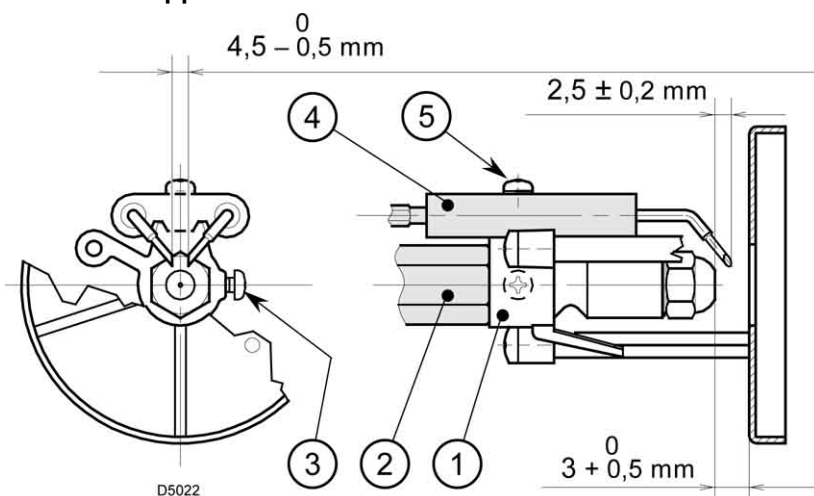

Рис. 12
- В то время как горелка держится на фланце (1), ослабьте винты (3) и снимите наконечник (2).
- Снимите с электродов провода (4), ослабьте винт (3, рис. 12, стр.7) и снимите с держателя форсунки турбулизатор в сборе (5).
- Закрутите форсунку (6), держа ее, как показано на рисунке.
- Ослабьте винты (2), отвинтите гайку (3), отсоедините провода (4) от блока управления, отсоедините фотосопротивление (6) и штекер 10 и выньте держатель форсунки (1).
- Снимите с электродов провода (4), ослабьте винт (3, рис. 12) и снимите с держателя форсунки (1) турбулизатор в сборе (11).
- Закрутите форсунку (12), держа ее, как показано на рисунке.
4.3 РЕГУЛИРОВКА ВИНТА – ЭЛЕКТРОДОВ (смотри рис. 12)
- Менять форсунку (смотри рис. 10, стр. 6) и проверять правильное положение электродов (рис.12, стр. 7).